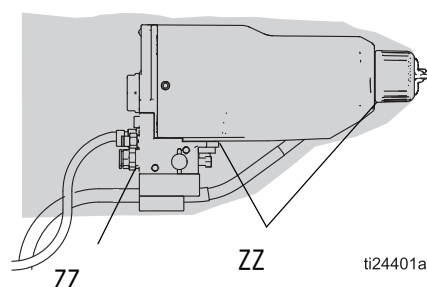

図 19. 流体漏れのチェック
操作中には、定期的にガンのシュラウド (ZZ) の全ての開口部をチェックし、流体が出ていないか確認してください。図 19 を参照してください。これらのエリアに流体が存在する場合には、シュラウドに流体が漏れ出していることを示しています。これは流体チューブ接続部や流体パッキンでの漏出のために発生することがあります。